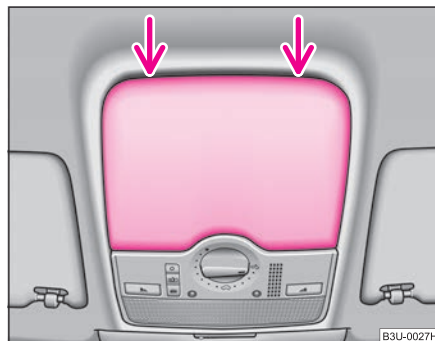

Fig. 33 Detalle del revestimiento interior del techo: Punto de inicio del destornillador
- Aplique con cuidado un destornillador (herramienta de a bordo) con la hoja plana al lado posterior de la cubierta del accionamiento del techo ⇒ fig. 33.